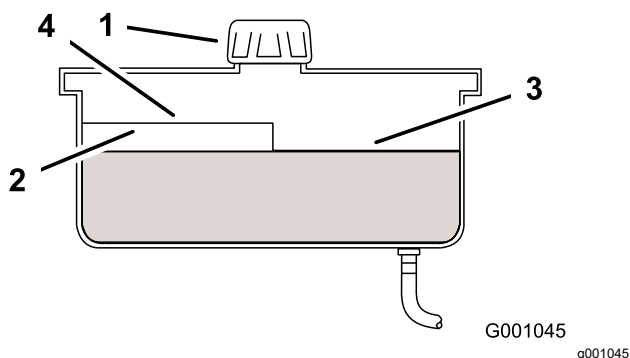

Figura 42
3. Pulite l'area attorno al tappo e al collo del bocchettone del serbatoio idraulico (Figura 42).
4. Togliete il tappo dal collo del bocchettone. Guardate all'interno per verificare se il serbatoio contiene del fluido (Figura 42).
Nota: Il livello del fluido deve raggiungere la parte superiore del segno di livello "caldo" del deflettore (Figura 42).